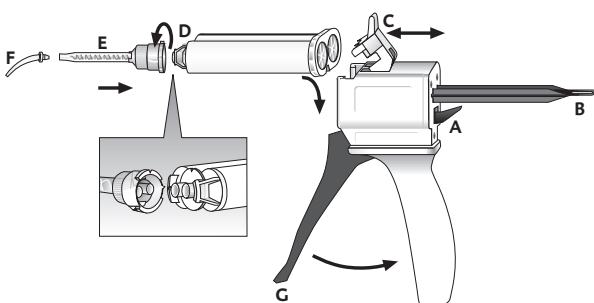

图 1
1. 上推Automix Dispenser后方的杆[图1,A处],然后完全拉回滑片[图1,B处]。
2. 提起塑料杆[图1,C处],插入弹药筒,并拨动塑料杆[图1,C处]锁定。
1. 逆时针旋转90°揭开弹药筒盖帽[图1,D处]或已使用的混合头,丢弃。
2. 安装新的混合头[图1,E处]。
安装Intraoral Tip [图1,F处]。
- 拉动Automix Dispenser上的触发器[图 1, G 处],材料便在混合头中混匀,可直接用于临床。
1. 上推Automix Dispenser后方的杆[图1,A处],然后完全拉回滑片[图 1, B 处]。
2. 提起塑料杆[图1,C处],取出弹药筒。